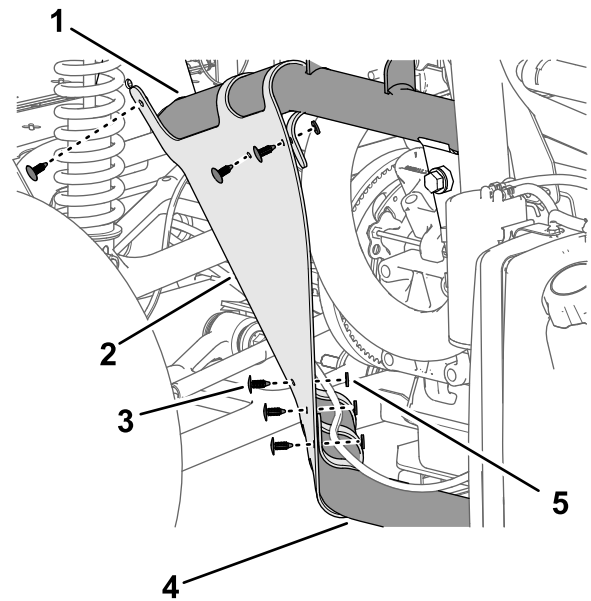

Figura 218
- Fissate la copertura del parafrangente interno ai tubi del telaio con 6 dispositivi di fissaggio a spinta (Figura 218).